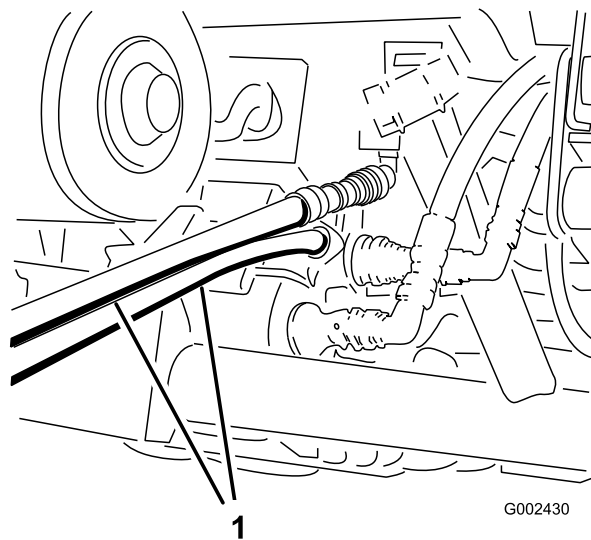

**Figura 93**
3. Sul veicolo in panne collegate i due tubi d'intervento ai tubi scollegati in precedenza (Figura 93).